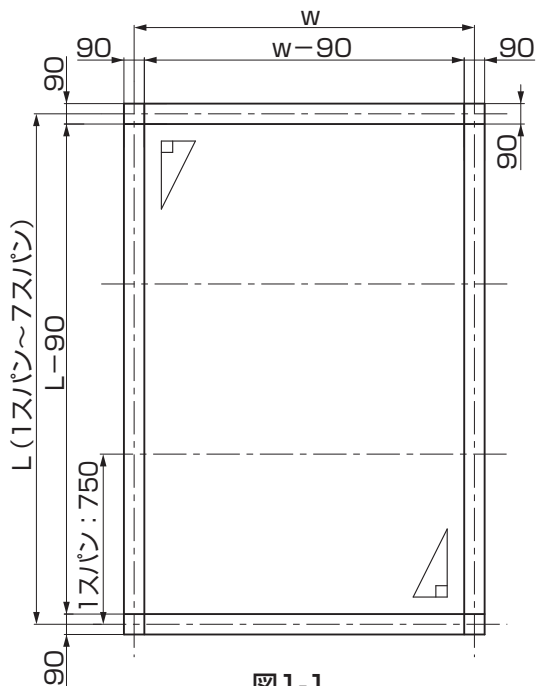

図1-1
- フレーム施工の寸法、直角がでていることを確認してください。(図1-1、表1-1、1-2参照)